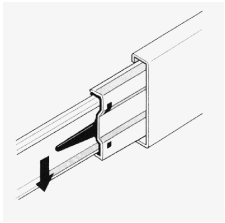
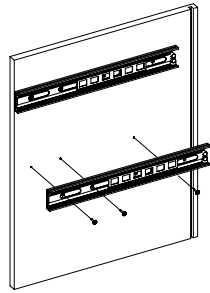

Рис.1
Рис.2
1. Подготовьте детали к сборке. Отсоедините от основания телескопических направляющих внутренние планки, отогнув пластиковый рычажок фиксатора (Рис. 1). Основания телескопических направляющих закрепите на деталях 4, 5 винтами М5х8 (Рис. 2). !!! Приложите телескопическую часть отверстиями к отверстиям на боковинах 4, 5 так, чтобы они были отцентрованы относительно друг друга. Вкрутите винты М5х8 с помощью шуруповёрта, приложив немного усилий. **Внимание:** винт М5х8 должен заходить с натягом для максимально плотной фиксации телескопических направляющих.